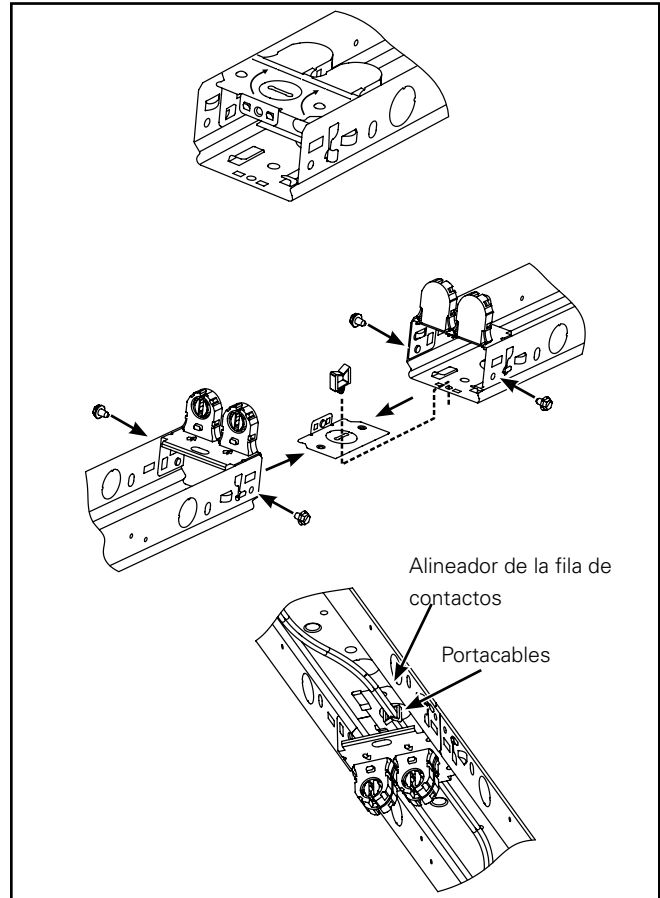

Figura 3.
1. Doble el alineador y sepárelo del portacasquillo (Figura 3.).